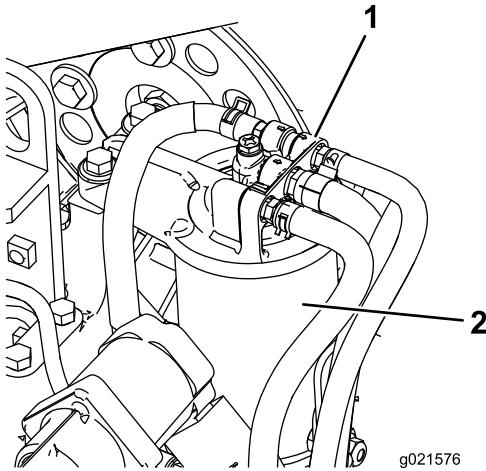

Рисунок 55
- Очистите поверхность вокруг головки топливного фильтра (Рисунок 55).
- Снимите фильтр и очистите монтажную поверхность головки фильтра (Рисунок 55).